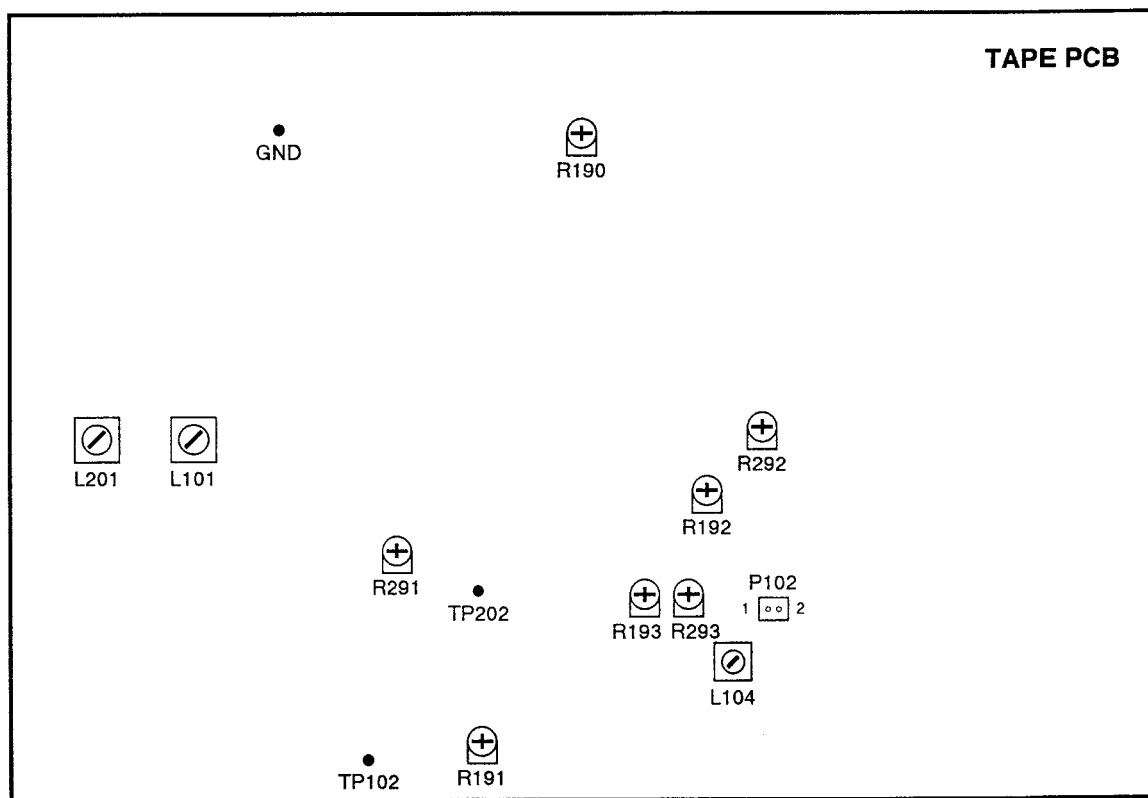

Fig. 4-2
3. Adjust R190 (Fig. 4-2) on the TAPE PCB to get the adjustment value of 2,980 to 3,020Hz.
3. 周波数値が3,000 ± 20Hz となるように TAPE PCBのR190 (Fig. 4-2) を調整する。